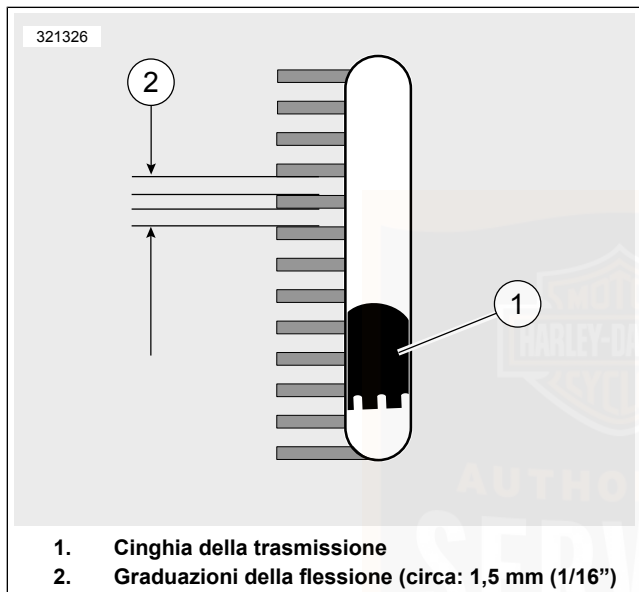

Figura 76. Finestra di visualizzazione della flessione delle cinghie
- a. Far scorrere l'anello di tenuta O-ring (4) verso il contrassegno dello zero (3).
- b. **Modelli dotati di finestra di visualizzazione della flessione delle cinghie:** collocare l'appoggio della cinghia (2) contro la parte inferiore della cinghia della trasmissione e in linea con la finestra di visualizzazione della flessione delle cinghie.
- c. **Tutti gli altri modelli:** collocare l'appoggio della cinghia (2) contro la parte inferiore della cinghia della trasmissione, a metà fra le pulegge conduttrici.
- d. Premere verso l'alto sul pomello (6) fino a quando l'anello di tenuta O-ring scorre in basso verso il contrassegno di 4,54 kg (10 lb) (5) e resta fisso in questa posizione.
- a. **Modelli dotati della finestra di visualizzazione della flessione della cinghia:** vedere Figura 76. Misurare la flessione della cinghia attraverso la finestra di visualizzazione della flessione della cinghia, tenendo fermo il misuratore. Ciascuna graduazione della flessione è di circa .1,6 mm (1/16 in)